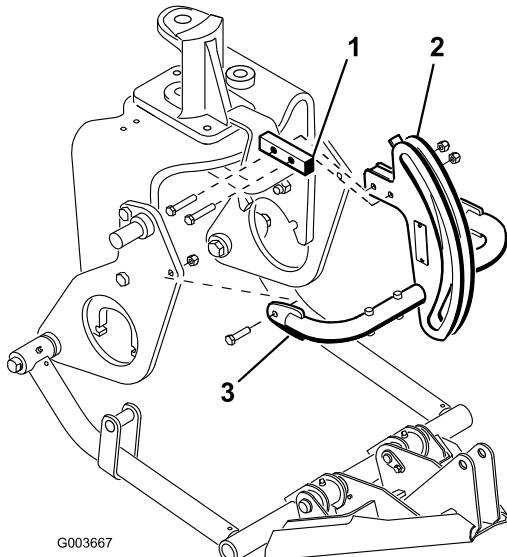

Bild 9
6. Befestigen Sie das obere Ende des Anbauvorrichtungsrahmens mit zwei Schrauben (3/8 x 2 Zoll) und Muttern (Bild 9) an der Halterung des Anbauvorrichtungsrahmens.
7. Befestigen Sie den Rohr des Anbauvorrichtungsrahmens mit Schrauben (3/8 x 1-1/2 Zoll) und Muttern an den Befestigungsplatten (Bild 9). Ziehen Sie die Befestigungen an.